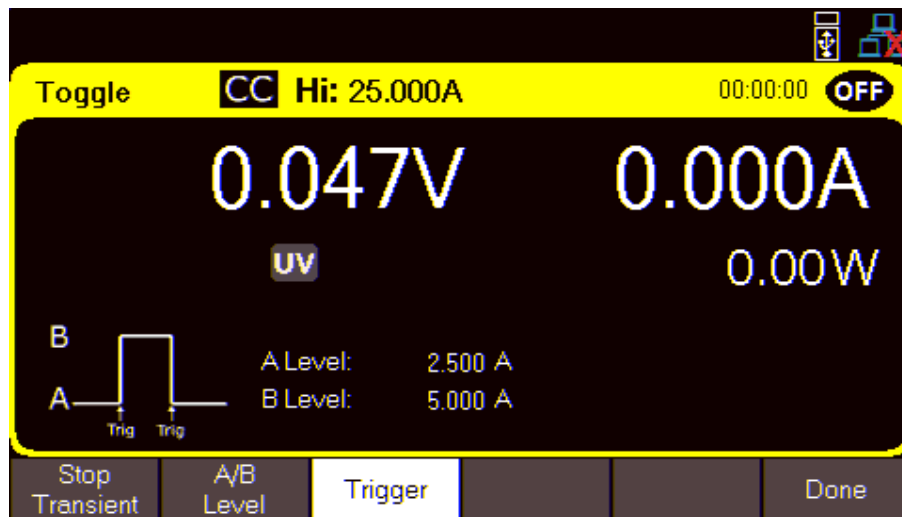

Figure 6.8 Bouton Trigger activé
- **Hold** : la source de déclenchement correspond à la pression sur le bouton Trigger qui est affecté à un bouton programmable ou devient utilisable avec un bouton de sélection lorsque la fonction de déclenchement est activée (voir figure 6.8).